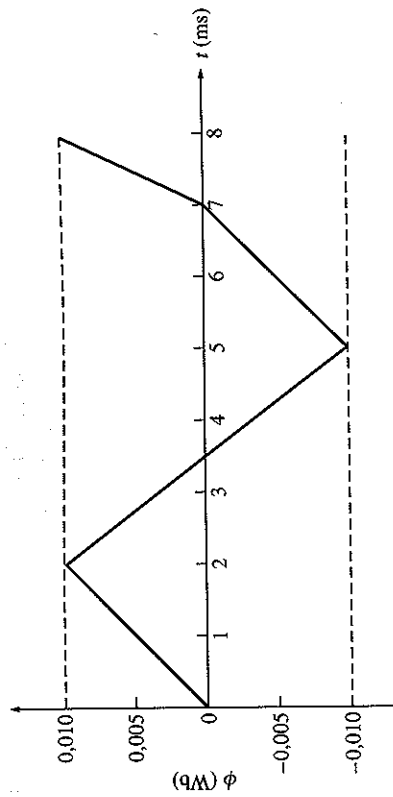

**FIGURA P1-10**
- 1.13 Um núcleo com três pernas é mostrado na Figura P1-10. Sua profundidade é 5 cm e há 400 espiras na perna central. As demais dimensões estão mostradas na figura. O núcleo é composto de um aço cuja curva de magnetização está mostrada na Figura 1-10c. Responda às seguintes perguntas sobre esse núcleo: